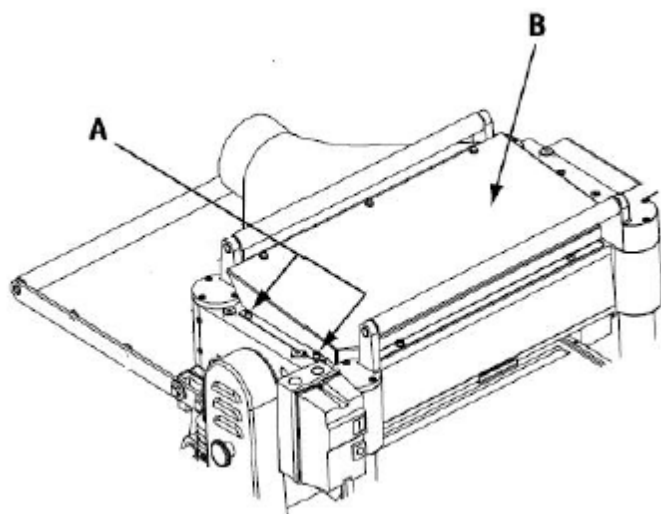

Рис. 18
2. Вывернуть шесть винтов (рис. 18, А) и снять верхнюю крышку (рис. 18, В).
2. Вывернуть шесть винтов и снять верхнюю крышку (см. рис. 18).